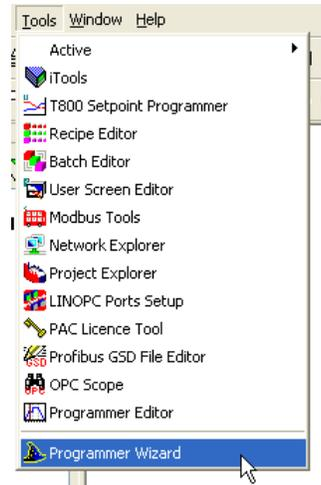

Abbildung 10 Tools Menü
1. Klicken Sie in LINTools auf das „Tools“ Menü, anschließend auf „Programmer Wizard“ (Abbildung 10).